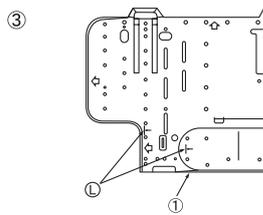
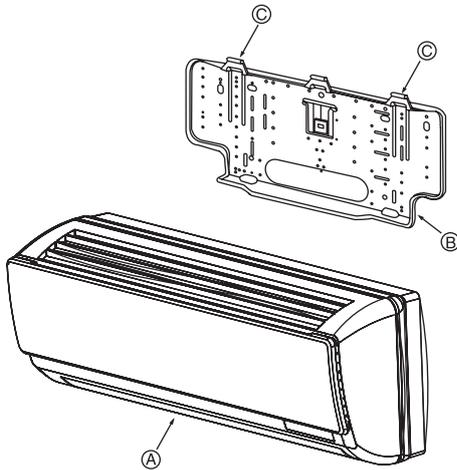

Fig. 3-7
Fig. 3-8
③ Σε περίπτωση που ο σωλήνας με την εκχέλιση πρόκειται να τοποθετηθεί στον τοίχο εκ των προτέρων: (Fig. 3-7)
- ① Βάση στήριξης μονάδας στον τοίχο
3.3. Τοποθέτηση της μονάδας (Fig. 3-8)
① Σηκώστε τη μονάδα και κρεμάστε τις υποδοχές των αγκιστρων που βρίσκονται στην πίσω πλευρά της στα αντίστοιχα άγκιστρα της βάσης στήριξης και προσέξτε ώστε να πιάνουν καλά.
② Όταν έχει τελειώσει η σωλήνωση, στερεώστε τις βίδες, την εσωτερική μονάδα και τη βάση της.